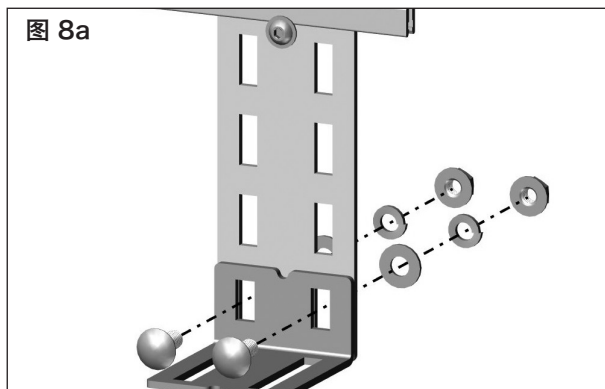

图 8a
8. 确定角形支架的所需位置 (图 8a)。使用两个螺栓将角形支架安装到所需槽位置中心的垂直支架上，但不要拧紧螺栓 (图 8b)。